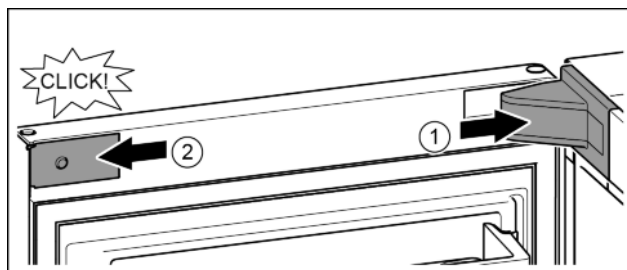

Fig. 18
- ▶ Applicare la copertura del blocco di supporto e inserirla a scatto, se necessario allontanarla con attenzione. Fig. 18 (1)
- ▶ Applicare la maschera lateralmente e inserirla a scatto. Fig. 18 (2)